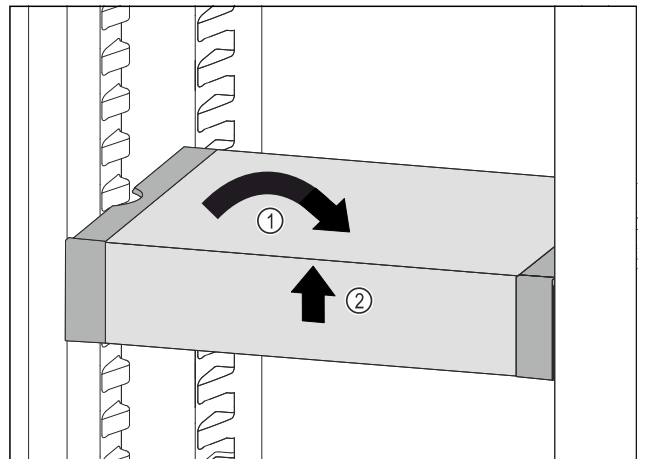

Fig. 32
- Coloque el VarioSafe en posición recta. Fig. 32 (1)
- Levante el VarioSafe por la parte delantera. Fig. 32 (2)